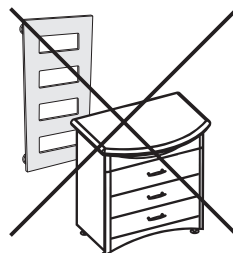

Рис. 3
3.13. Запрещается размещать перед дизайн-радиатором мебель или другие предметы, которые способны создать помеху свободной циркуляции воздуха вокруг дизайн-радиатора (рис. 3).